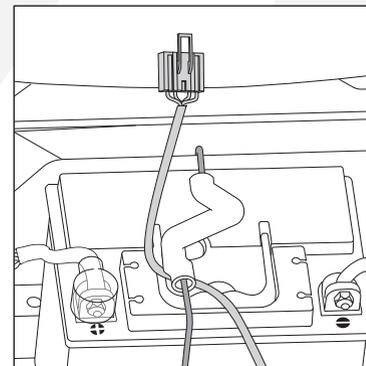
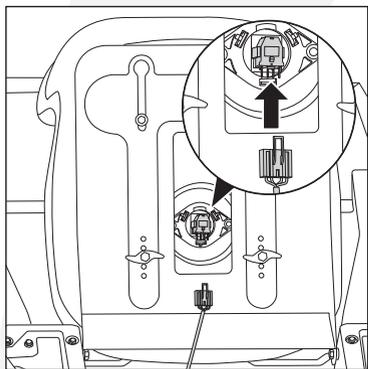

Fig. 2B
Fig. 2C
4. Sujete el mazo de cables del interruptor del asiento y páselo por debajo de la varilla de sujeción de la batería. Conecte el mazo de cables del interruptor del asiento al interruptor del asiento. (Fig.2B&Fig.2C)